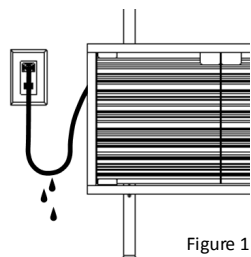

Figure 1
C. Pour empêcher l'eau de se déplacer le long du cordon et d'entrer en contact avec la prise de courant ou la source d'alimentation électrique, vous devez former une boucle d'égouttement pour chacun des cordons électriques liant l'appareil à la prise de courant, comme illustré à la figure 1. La boucle d'égouttement est la partie du cordon se trouvant au-dessous de la prise de courant ou le raccord, si une rallonge est utilisée.